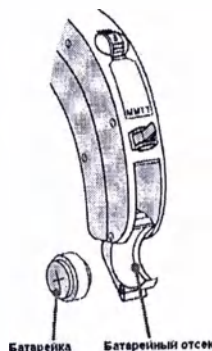

Рисунок 2 - Установка элемента питания в слуховой аппарат «Витязь»
4.1.2 Полностью откройте батарейный отсек кончиком пальца и выньте старый элемент питания, рисунок 2.